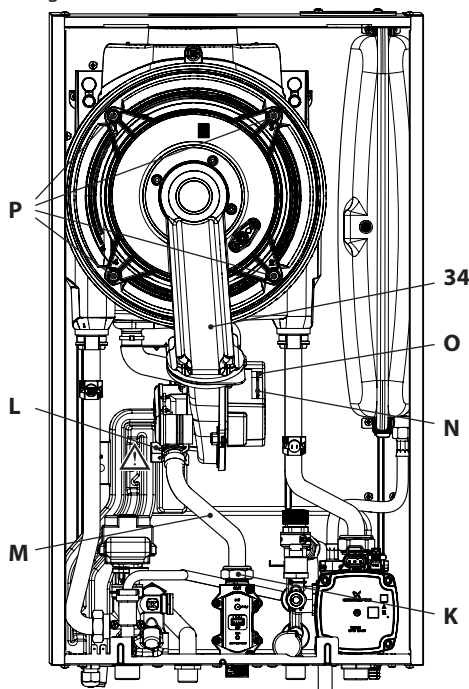

Figura 9.12
Rimozione del gruppo bruciatore ventilatore 34 in Figura 9.12.
- Scollegare il connettore **N** tirandolo verso il basso (Figura 9.12).
- Scollegare il connettore del ventilatore **O** tirandolo verso il basso (Figura 9.12).
- Svitare i dadi **P** e rimuovere il gruppo bruciatore ventilatore 34 (Figura 9.12)